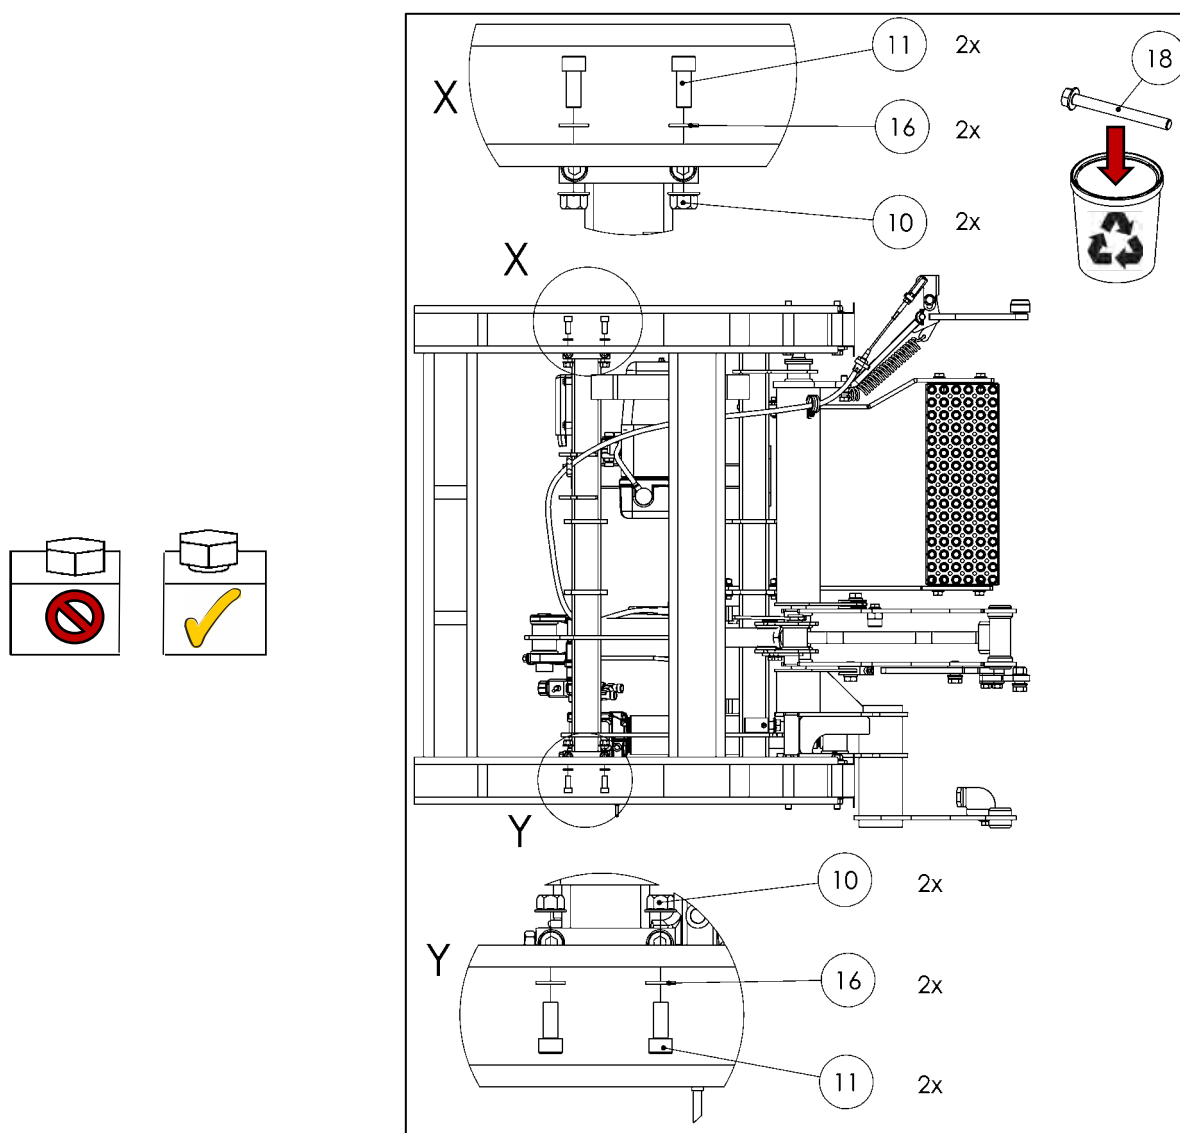

Abbildung 34
- Schrauben (**Montageadaptersatz Art.-Nr. 22 911 216**) in Fahrtrichtung vorne einsetzen und handfest anziehen, wie in der Abbildung 34 gezeigt.